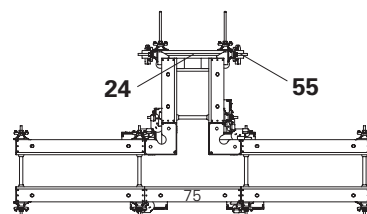

Fig. A8.02
Per la disposizione e il numero degli allineatori orizzontali DAR 80 (24) e dei dispositivi di serraggio (55), vedere la spondina fermagetto con travetto. (Fig. A8.02)